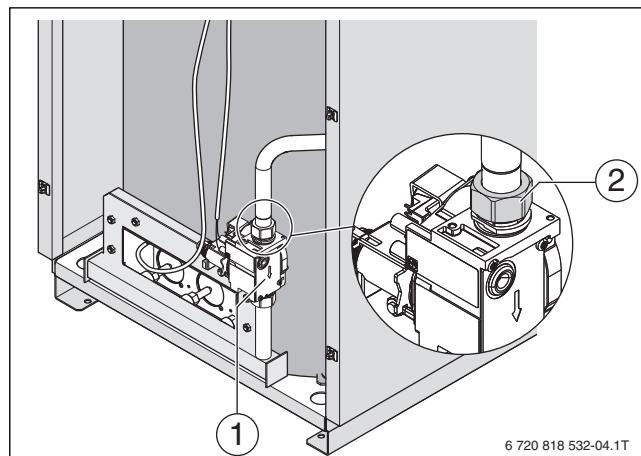

Рис. 34 Демонтаж горелки
- ▶ Подсоедините газоподводящую трубу к клапану резьбовым соединением [2] с моментом затяжки 48-52 Н^м (→ рис. 34. стр. 32). При присоединении газоподводящей трубы фиксируйте газовый клапан от смещения на фланце под гайкой [2].